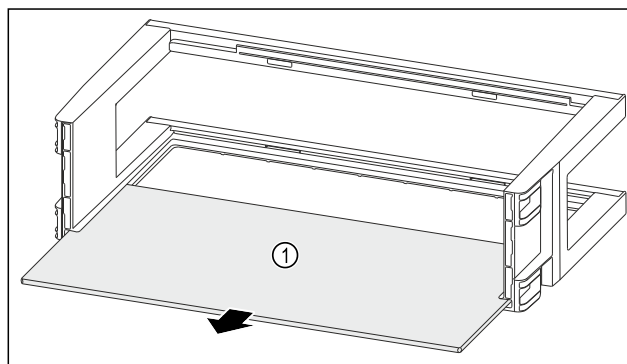

Fig. 91
- Fjern oppstillingsplassen Fig. 91 (1).